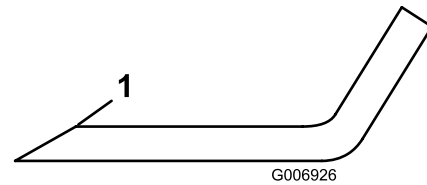

Bild 103
- Untersuchen Sie die Schnittkanten aller Messer. Schärfen Sie alle stumpfen und ausgekerbten Schnittkanten. Schärfen Sie nur die Oberseite der Schnittkante und behalten dabei den ursprünglichen Schnittwinkel bei, um die Schärfe des Messers zu gewährleisten (Bild 103).
- Wenn das Messer stumpf ist oder Kerben hat, schärfen Sie nur die Oberseite der Schnittkante und behalten den Originalschnittwinkel bei (Bild 103).